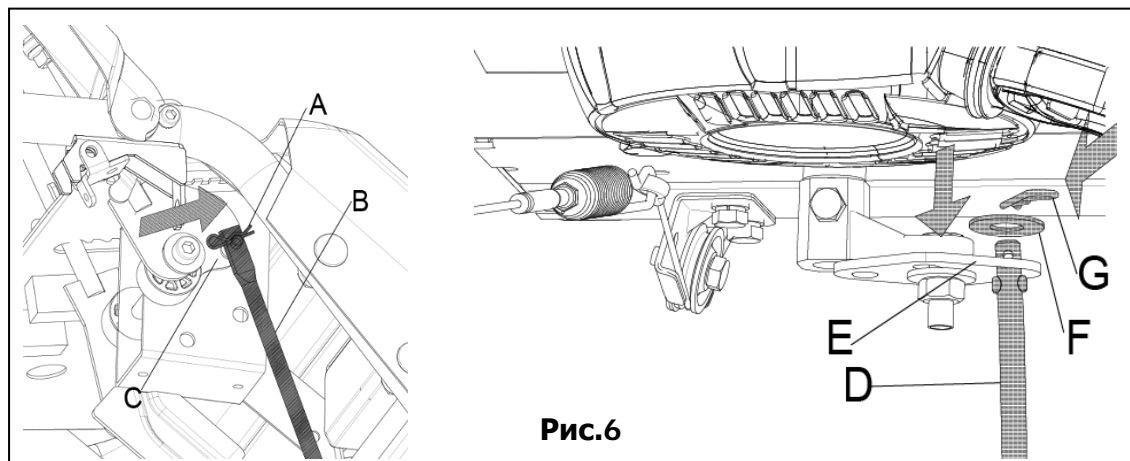

Рис.6
- Вставьте угловую сторону (**D**) тяги управления приводом в отверстие на рычаге (**E**), чтобы соединить его с трансмиссией, и закрепите на месте с помощью шайбы (**F**) и штифта (**G**) (Рис.6).
- Присоедините другую сторону тяги управления приводом (**B**) к штифту в нижней части рычага переключения передач (**C**), и закрепите его на месте штифтом (**A**) (Рис. 6).